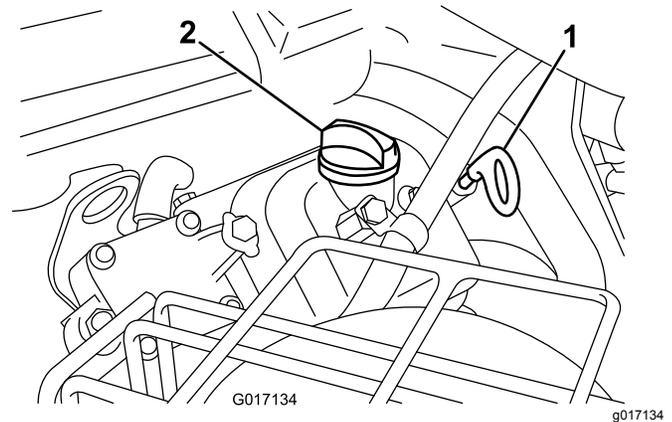

Bild 41
3. Führen Sie den Peilstab in den Füllstutzen wieder ein und schrauben Sie den Peilstab auf den Füllstutzen auf (Bild 41).